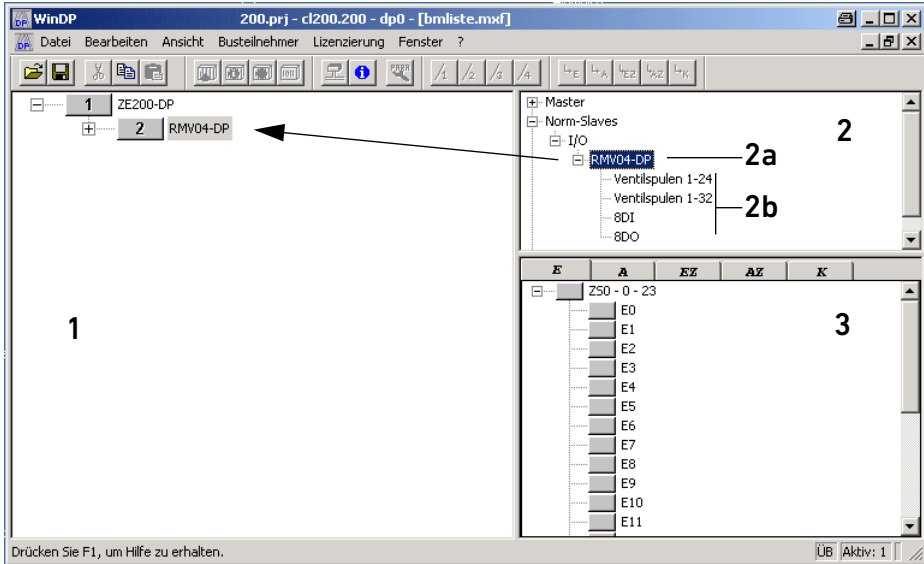

Fig. 13: Ventana de diálogo Editor WinDP, denominación de las ventanas
1. Abra la ventana de diálogo del editor WinDP (véase Fig. 13).